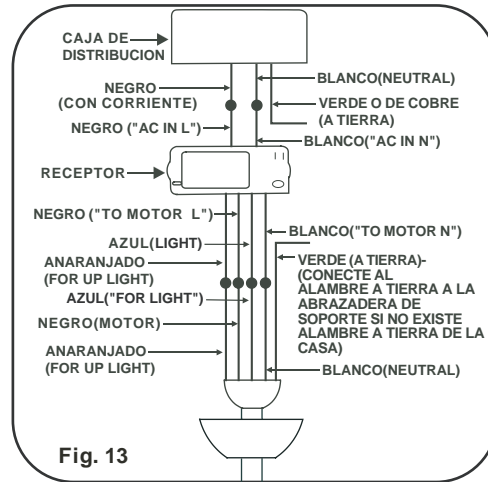

Fig. 13
NOTA: Si su ventilador incluye una lampara superior "UP LIGHT": Conecte el alambre Anaranjado del ventilador al alambre Anaranjado del Receptor marcado "For Up Light" del Receptor. Si no lo incluye entonces descarte este paso de las instrucciones y proceda a asegurar las conexiones con los conectores de plastico proveidos. (Fig. 13)
Paso 3. Haga las conexiones de la caja de distribución a el Receptor de la manera siguiente; Conecte el Alambre blanco (neutral) de la caja de distribución al alambre blanco marcado "AC in N" del receptor. Conecte el Alambre Negro (corriente) de la caja de distribución al alambre Negro marcado "AC in L" del Receptor. Asegure las conexiones con los conectores de plastico proveidos. (Fig. 13)
Paso 4. Si su caja de distribución tiene un alambre a tierra (verde o cobre) conéctelo a los alambres a tierra (verdes) de la Esfera de Soporte y la Abrazadera de Montaje. Si su caja de distribución no tiene un alambre a tierra, entonces unicamente conecte los dos alambres a tierra de la Esfera de Soporte y la Abrazadera de Montaje. Asegure la conexión con un conector de plastico proveido. (Fig. 13)